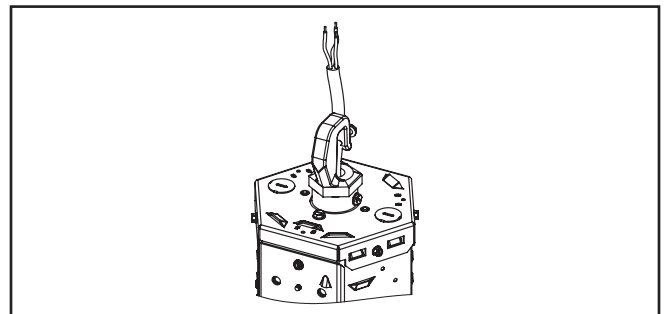

Figure 8.
2. Fil à crochet ou à boucle pour montage (Figure 8).